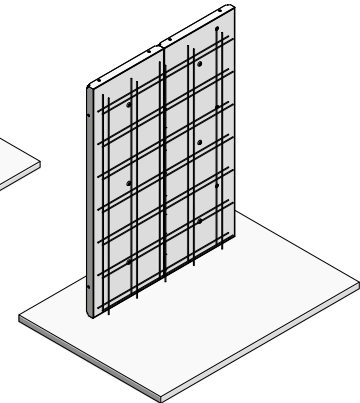

Fig. 20.2
2. Installer le premier côté du coffrage (Fig. 20.1 et XT-4 et -5), exécuter les travaux de ferrailage (Fig. 20.2).